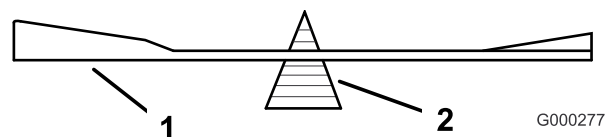
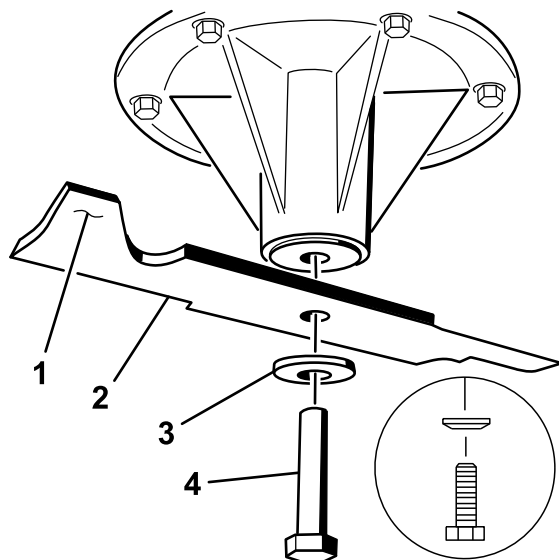

Figure 94
Figure 95
1. Placez la lame sur l'axe (Figure 95).
2. Installez la rondelle élastique et le boulon de la lame. Le côté bombé de la rondelle élastique doit être dirigé vers la tête du boulon (Figure 95). Serrez le boulon à un couple de 115 à 150 Nm (85 à 110 pi-lb).
2. Vérifiez l'équilibre de la lame en la plaçant sur un équilibreur (Figure 94). Si la lame reste horizontale, elle est équilibrée et peut être utilisée. Si la lame est déséquilibrée, limez un peu l'extrémité de la partie relevée seulement (Figure 95). Répétez la procédure jusqu'à ce que la lame soit équilibrée.